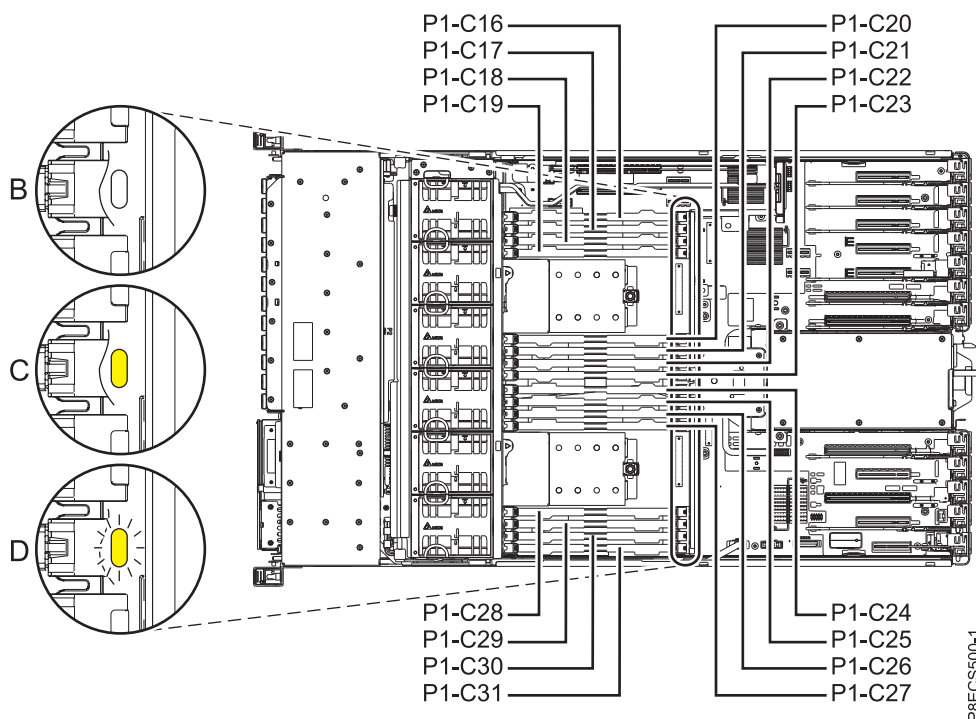

図 9. 動作中であるが、障害が発生したメモリー・モジュールの LED
- f. 取り替えたメモリー・モジュールのオレンジ色の LED が、「図 9」の (B) で示されているように消灯していることに注意します。